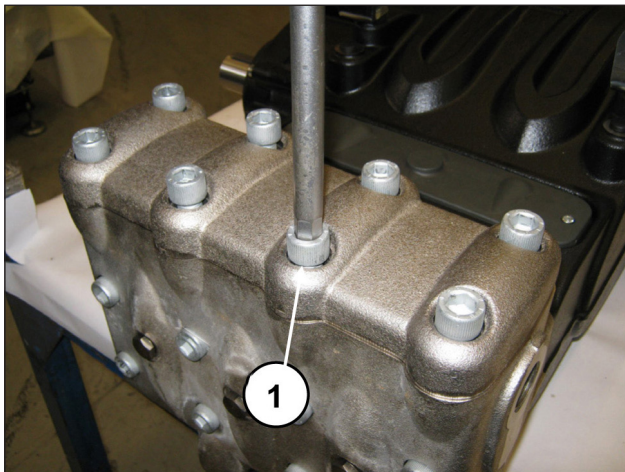
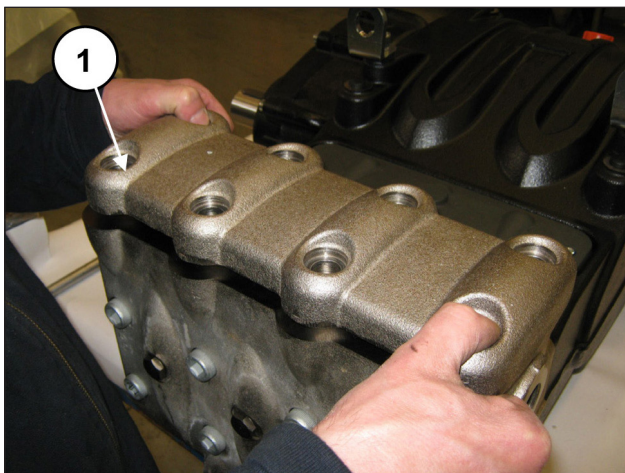

图 100
图 101
拧松阀盖的8个M16x55螺栓（①，图 100）并拆除阀盖（①，图 101）。